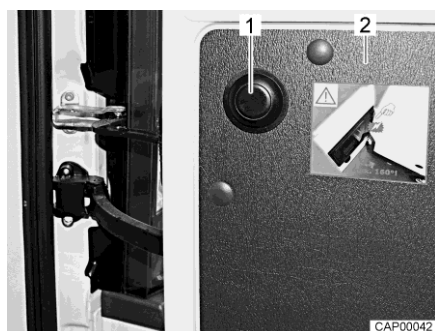

Fig. 20 Pulsador para desbloquear el límite
- Abrir la puerta trasera (Fig. 20,2) hasta el tope.
- Pulsar el pulsador (Fig. 20,1), sujetar la puerta trasera y continuar abriéndola con precaución.